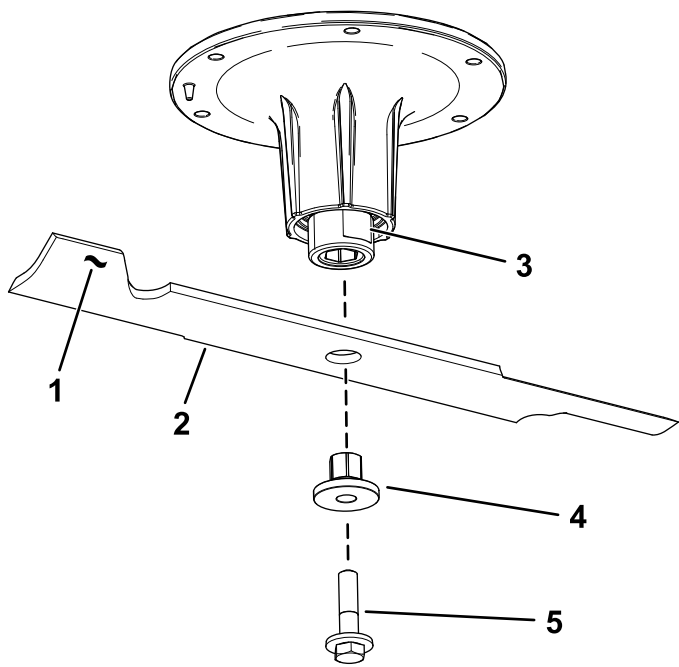

Рисунок 72
- Снимите болт ножа, втулку и нож с вала шпинделя (Рисунок 72).